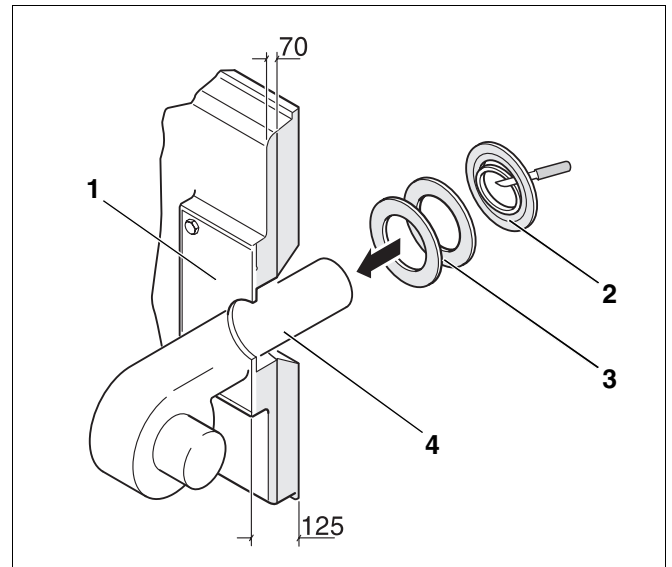

Fig. 28 Montasje – brenner
- Bor brennerplaten (fig. 28, **pos. 1**) på installasjonsstedet i henhold til nødvendig diameter på brennerrøret (Ø max. 270 mm) eller skjær den ut. Bor hull for festing av brenneren etter hullbildet til brennerflensen.
- Skjær ut isolasjonsringer i henhold til brennerrørets diameter (fig. 28, **pos. 2**).
- Fyll den gjenblivende spalten mellom brennerdørens isolasjon og brennerrøret (fig. 28, **pos. 4**) med de tilpassede isolasjonsringene (fig. 28, **pos. 3**).